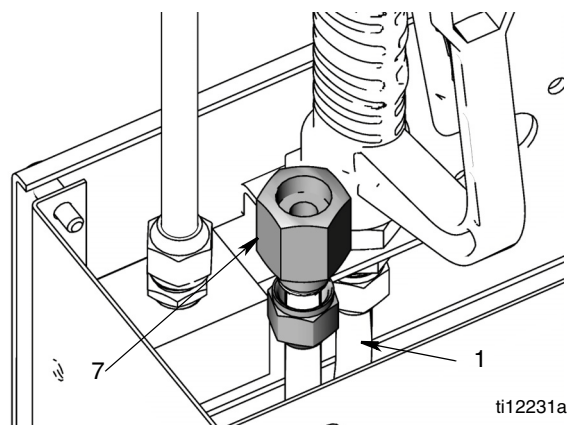

FIG. 24
3. Desconecte el tubo de entrada de fluido (1) del conector de entrada de fluido (7) (FIG. 24).